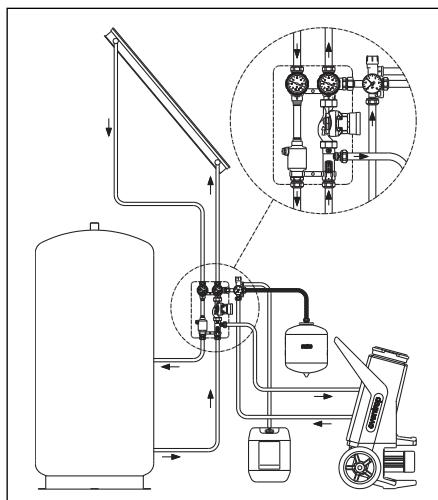

Fig. 6.14 Remplissage à l'aide du groupe de sécurité et du débitmètre
- Raccorder la station de remplissage à l'installation solaire (fig. 6.14) en respectant le sens de refoulement du circulateur!